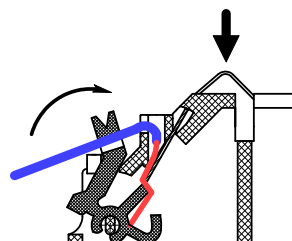

Рисунок 2
- ввести в канал провод и зафиксировать его, поджав кнопку- зажим до упора (см. рисунок 2);
- проверить надежность соединения для чего необходимо надавить на изгиб контакта, имитируя нажим датчиком (см. рисунок 2) и потянуть провод на себя;
- завести провод в паз, расположенный на кнопке-зажиме (см. рисунок 2).